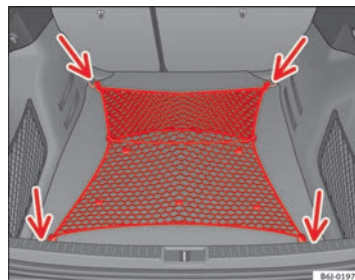

Fig. 94 Filet à bagages déployé
- Accrochez le filet à bagages aux quatre œillets d'arrimage -flèches- ⇒ fig. 94.